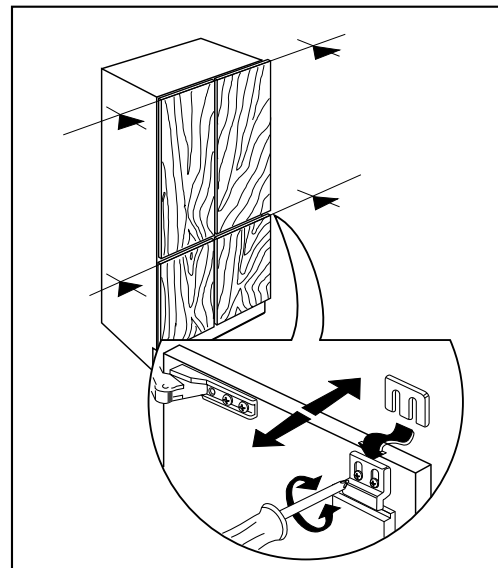

Fig. 13
- Régler la planéité entre les panneaux, en desserrant les vis des appliques d'entraînement et introduire les cales d'épaisseur dont l'appareil est équipé (Fig. 13).